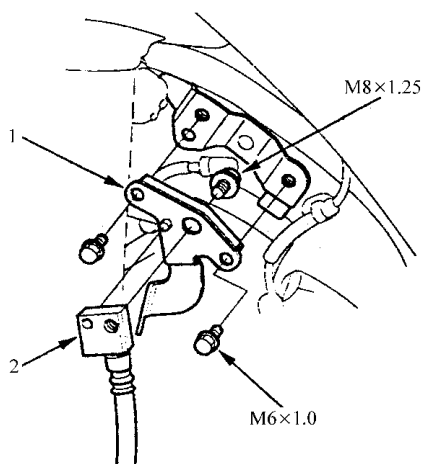

图 8-55 拆卸制动软管装配托架
- 4) 如图 8-55 所示，从车身上卸下制动软管装配托架。